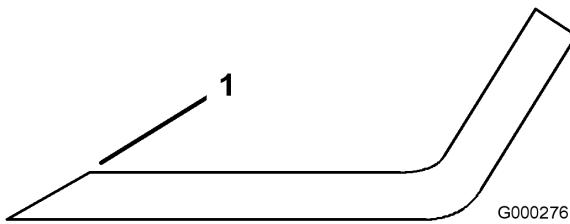

Figure 42
1. Au moyen d'une lime, aiguisez les tranchants aux deux extrémités de la lame (Figure 42) en veillant à conserver l'angle de coupe d'origine. Limez la même quantité de métal sur chacun des deux tranchants pour ne pas déséquilibrer la lame.